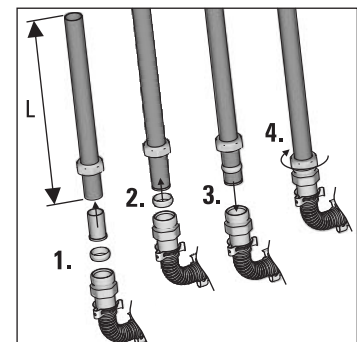

Bild 3-31 Verbindungsleitungen mit Anschlussfittings verbinden
5. Verbindungsleitungen mit den Schneidringverschraubungen der Anschlussfittings verbinden (Bild 3-31).